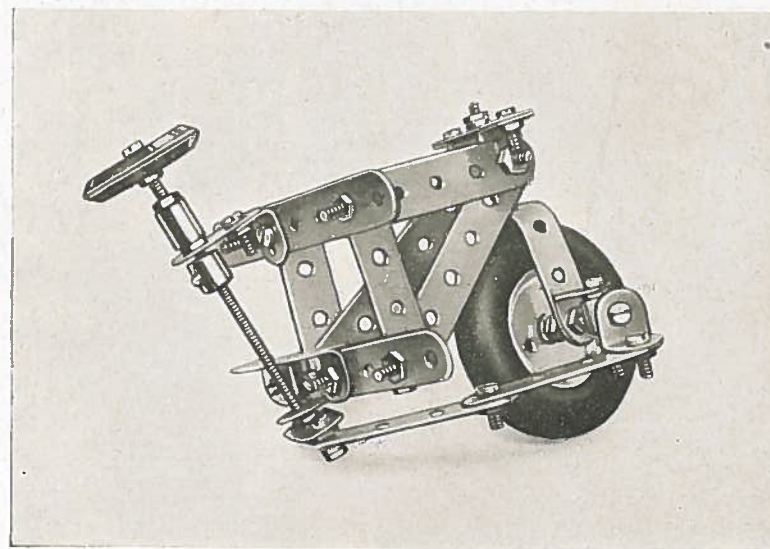

Fig. 9a
1. **Vorderradträger** (Fig. 9a) vorgesehen. Dieser wird aus je zwei Lochstäben A 4, A 5 und A 6 montiert. Ein Lagerbock B 26 mit aufgeschraubtem Lochstab A 7 nimmt